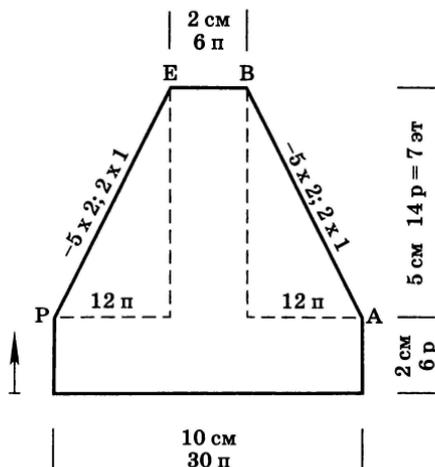

Рис. 39. Надвязка середины полотна при выполнении скосов
**Пример** выполнения надвязки середины полотна (рис. 39). С подобной задачей можно столкнуться при вывязывании регланных линий, vareжек, чулочно-носочных изделий. Петельная проба: 3,03 петли x 2,7 ряда = 1 x 1 см.